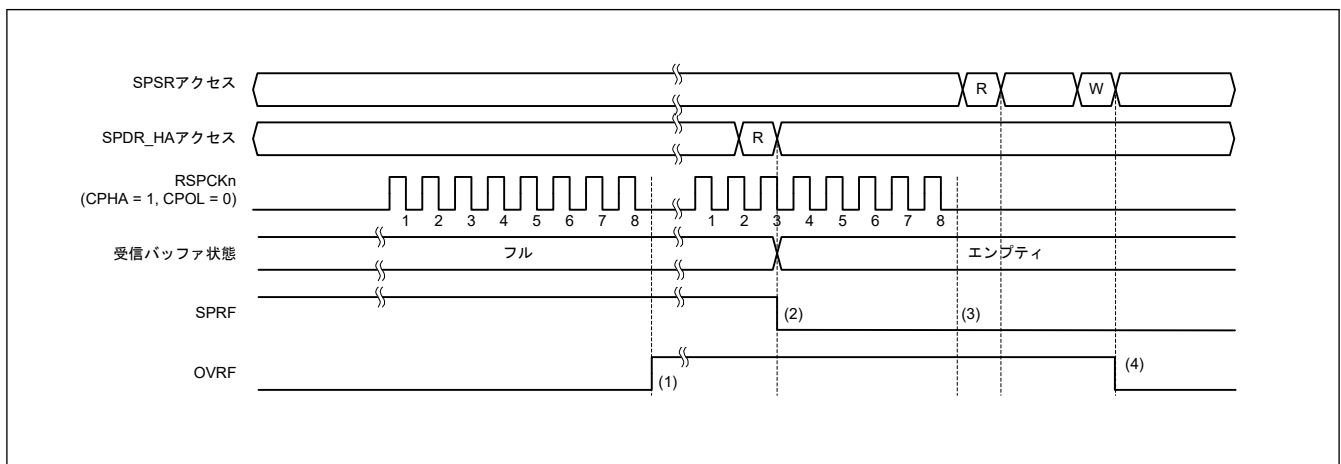

図 28.28 OVRF フラグおよび SPRF フラグの動作例
図 28.28 に OVRF フラグと SPRF フラグの動作例を示します。図 28.28 に示す SPSR アクセスと SPDR_HA アクセスは、それぞれ SPSR レジスタと SPDR_HA レジスタへのアクセス条件を示します。W は書き込みサイクル、R は読み出しサイクルを示します。この例では、SPCMD0.CPHA ビットが 1、かつ SPCMD0.CPOL ビットが 0 の設定で、SPI は 8 ビットのシリアル転送を実行しています。RSPCK_n 波形の下に記載した数字は RSPCK サイクル数 (= 転送ビット数) を示しています。
以下に、図 28.28 の (1)～(4) に示したタイミングでのフラグの動作内容を説明します。